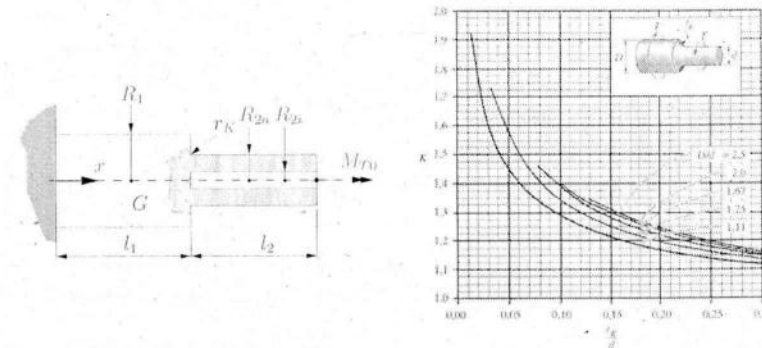

Abbildung 2.1: Links: Einseitig eingespannte, abgesetzte Welle mit Torsionsmoment, rechts: Kerbspannungsfaktoren für Torsionsbelastung
- 2.1) Berechnen Sie für die abgebildete Welle (Abb. 2.1, links) die polaren Flächenträgheitsmomente I_{p1} und I_{p2} der Wellenabschnitte.
- 2.5) Lesen Sie den Kerbspannungsfaktor K für den Wellenabsatz bei $x=l_1$ aus Abb. 2.1 (rechts) ab. Gehen Sie dabei von $R_1 = 31.25 \text{ mm}$, $R_{2a} = 25 \text{ mm}$ und $R_{2i} = 5 \text{ mm}$ aus. Der Kerbradius sei $r_K = 2.5 \text{ mm}$.